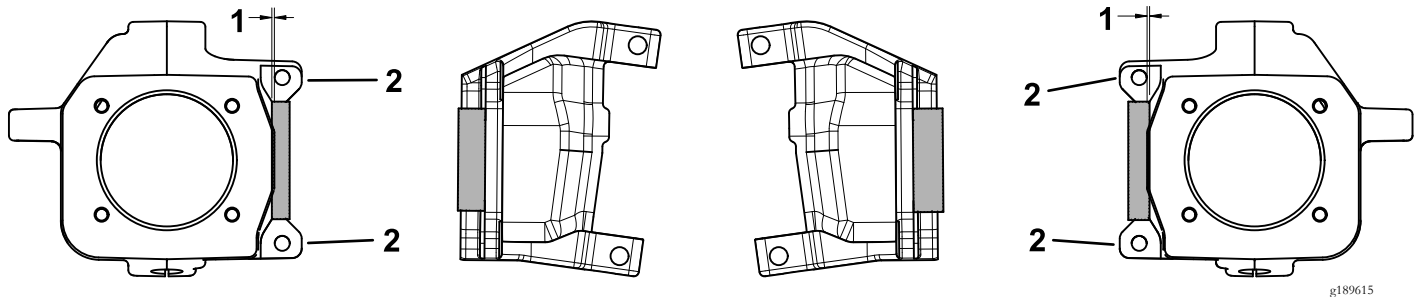

Figura 7
1. Rebaje 1,78 mm en los pivotes de dirección derecho e izquierdo, tal y como se muestra en la Figura 7.
Importante: No rebaje las superficies mostradas en la Figura 7.